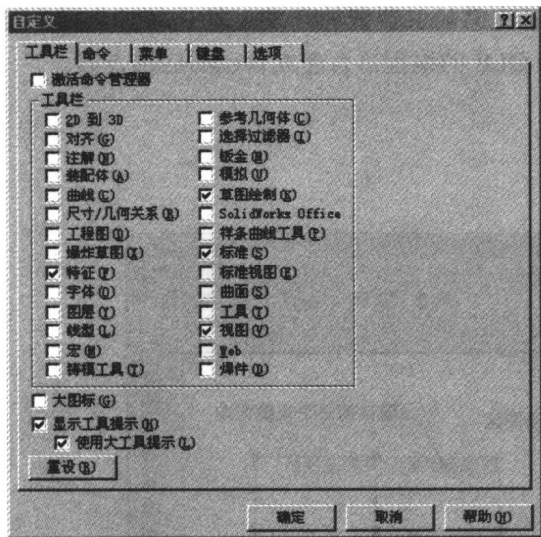
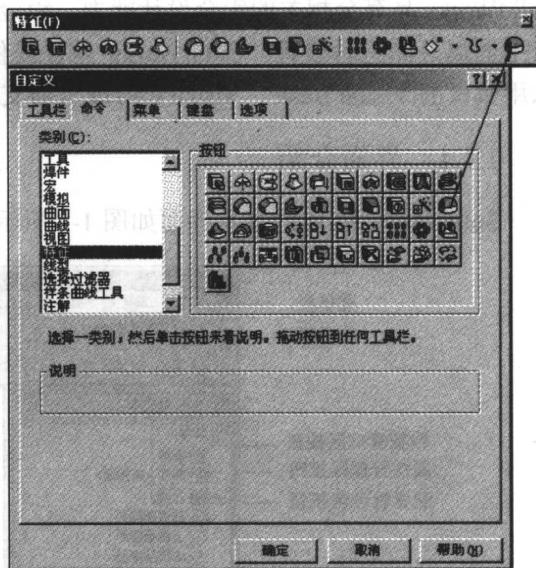

图 1-2 “自定义”对话框
图 1-3 自定义工具栏按钮
① 选择[工具]—[自定义]，出现“自定义”对话框，它包括“工具栏”、“命令”、“菜单”、“键盘”和“宏”五个选项卡；单击[工具栏]标签，选中需要的工具栏的复选框，就可以在窗口显示该工具栏，如图 1-2 所示。
② 选中[显示工具提示]复选框，当鼠标指针指向工具图标时，显示此工具的说明。
③ 单击[命令]标签，在[类别]对话框中选择[特征]，右侧出现[特征]工具栏的所有按钮；单击[圆顶]按钮，拖动[圆顶]按钮到窗口的[特征]工具栏里，即可将该按钮添加到[特征]工具栏中，如图 1-3 所示。